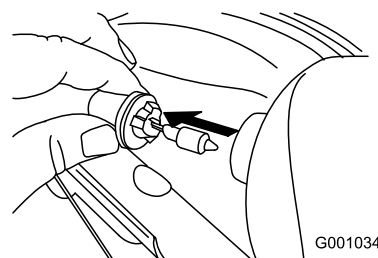

Figure 47
3. Sortez directement l'ampoule par l'arrière du phare (Figure 47).